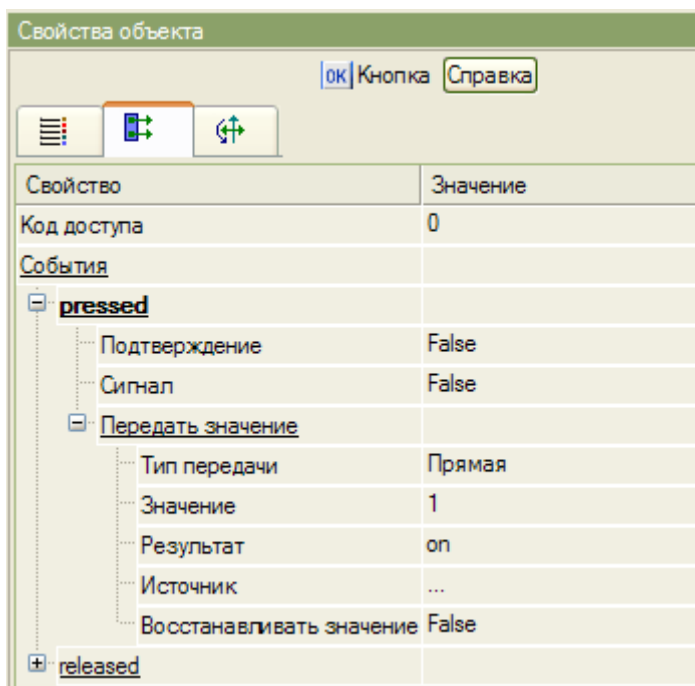

Рисунок 30 – Установка свойств кнопки «start»
5. В свойствах Кнопки «start» создайте событие Send Value – Передать значение. В поле Тип передачи выберите «Прямая», в поле Значение введите 1, в поле Результат сделайте привязку к аргументу экрана on. (см. рис. 30)